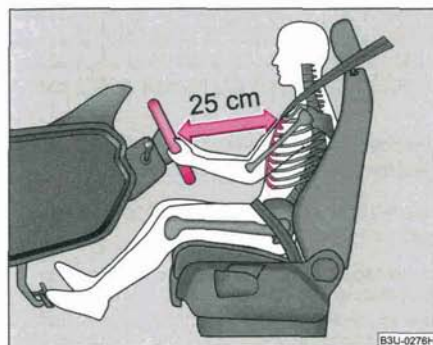

Fig. 147 La distance correcte entre le conducteur et le volant
- Ajustez le volant de façon que l'écart entre le volant et le buste soit de 25 cm au moins $\Rightarrow$ fig. 147.
- Le conducteur doit être au minimum à 25 cm du volant ⇒ page 177, fig. 147. Les sacs gonflables ne peuvent pas vous protéger si vous en êtes plus près - danger mortel!